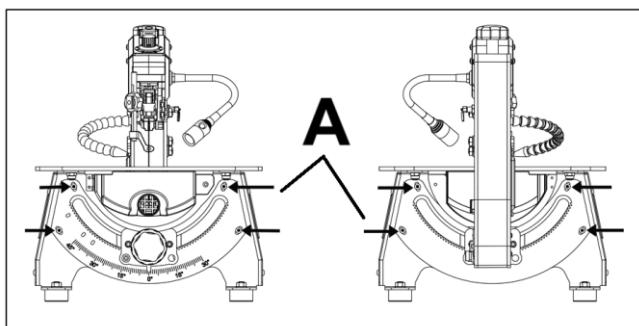

Рис.22
4. Если лезвие не имеет 90 градусов, ослабьте (8) винты с головками кнопок (A, рис.22) на передней и задней цапфах.
См. рис.22